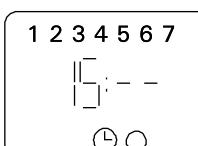

Рисунок 5.
- Постоянное нажатие кнопки [h+] способствует изменению в зависимости от выбранной формы 00 ... 23 ... 00 или AM 00 ... AM 12 ... AM 00 / PM 00 ... PM 12 ... PM 00. (Рис. 5)